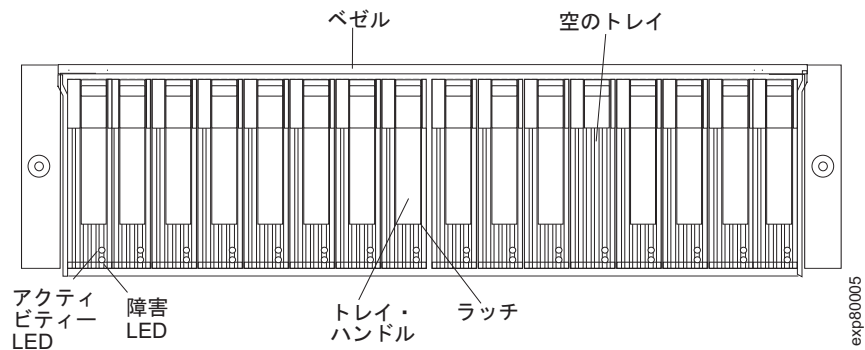

図 34. ホット・スワップ E-DDM LED
- 84 ページの図 34 に示される障害 LED を確認します。いずれかのこれはく色の LED が点灯している場合は、109 ページの『問題の解決』を参照してください。